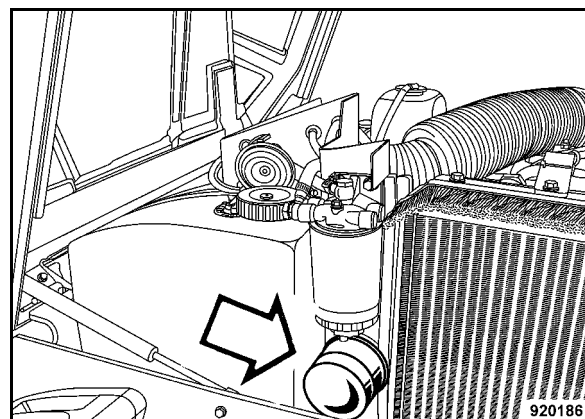

Fig. 111
- Svitare la cartuccia del filtro 1 (Fig. 111) con una chiave a nastro adeguata.